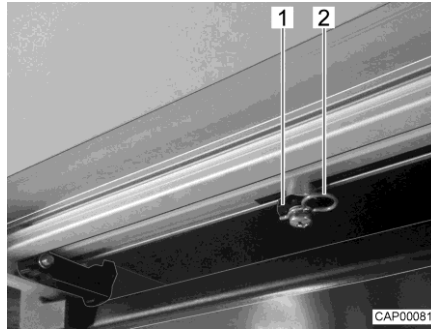

Bild 2 Drivning (fotsteg)
- Dra ut båda låsklipsen (Bild 2,2) på fotstegets undersida på drivningen (Bild 2,1).